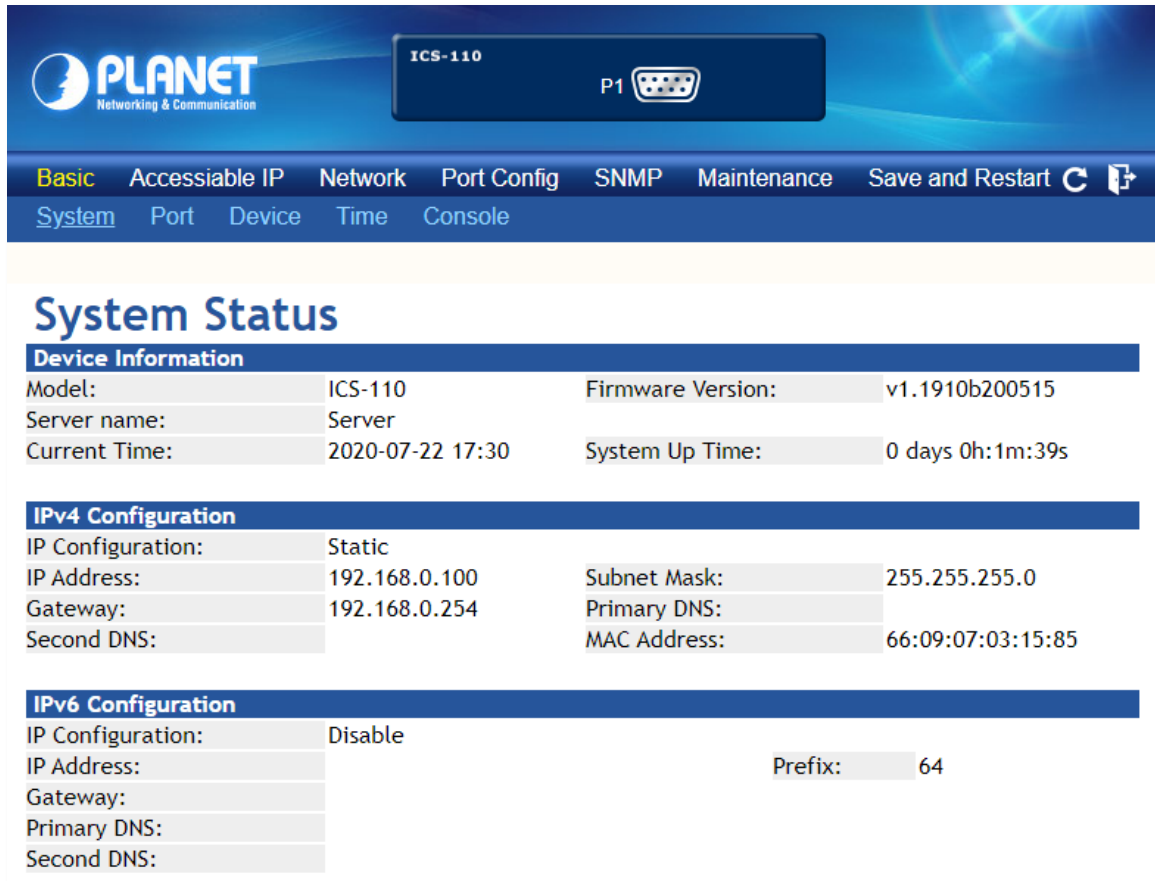

Figura 3-2-3: Pantalla principal web del servidor serie
4. Después de ingresar la contraseña, aparece la pantalla principal como se muestra en la Figura 3-2-3.